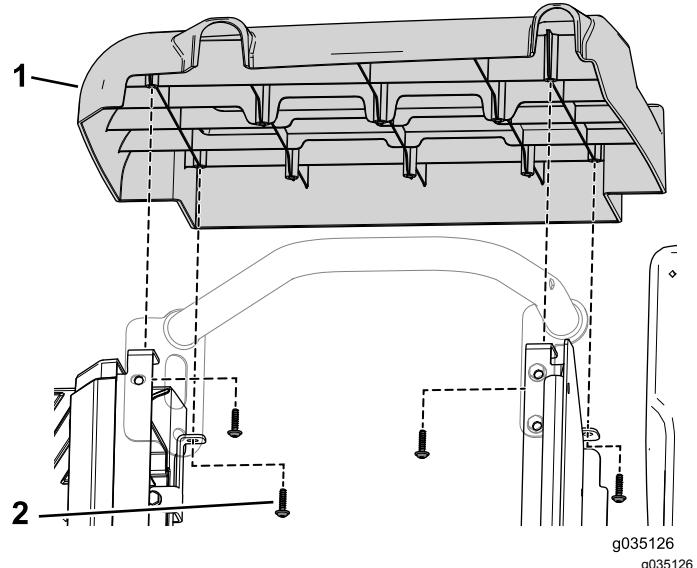

图9
1. 拧下将右侧面板固定到机器的 4 个自攻螺丝图9。
- 用之前卸下的 4 个自攻螺丝固定右侧面板 图9。